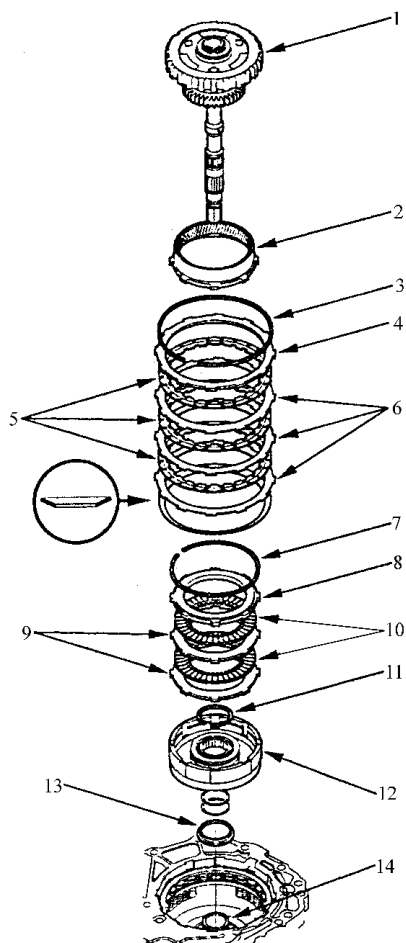

图 5-91 拆卸行星齿轮架/输入轴总成
25) 如图 5-91 所示，拆卸倒档制动器卡环和倒档制动器底板。拆卸制动盘和制动板：L15A2 发动机车型：三盘和三板；L13A3 和 L12A3 发动机车型：双盘和双板。拆卸盘片弹簧。